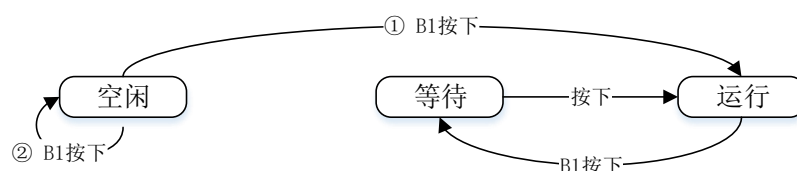

图 6 B1 按键功能定义
- 1) B1: 定义为启动按键，按键功能定义如图 6 所示。